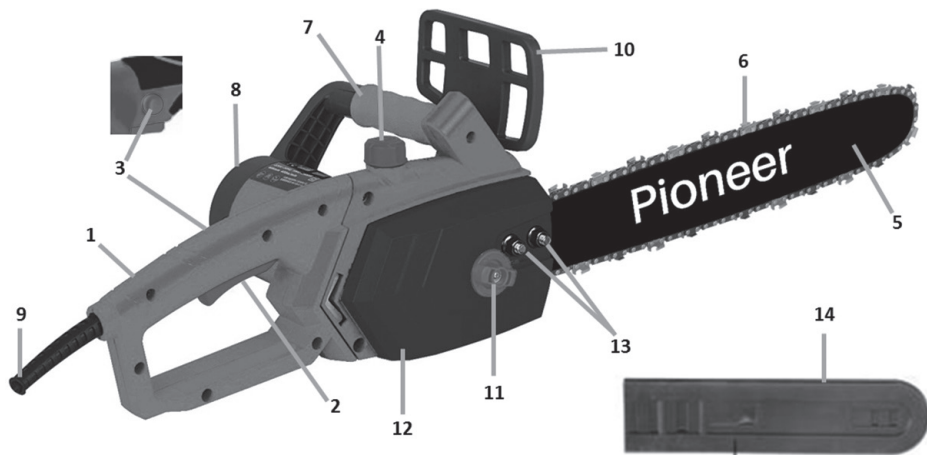

Рис. 1. Устройство электропилы.
- Открутите гайки крепления крышки шины (Рис.1 п.13) и снимите крышку шины (Рис.1 п.12).
- Произведите регулировку натяжения цепи. Данные модели оснащены безинструментальной системой регулировки натяжения цепи. Система состоит из пружины натяжения и рычага (Рис.1 п.11), смонтированных на крышке шины (Рис.1 п.12). Возьмите крышку шины в руки и переместите рычаг натяжения в крайнее левое положение, как показано на Рис.4, до зацепления с упором крышки.
Установите крышку шины на шпильку и выведите рычаг из зацепления с упором. Придерживая шину закрутите рукой гайки (Рис.1 п.13).
Для заправки бака маслом открутите крышку бака (Рис. 1 п. 4) и залейте необходимое количество масла, затем плотно закрутите крышку бака. Уровень масла в баке контролируйте по указателям на баке.
- Для включения нажмите одновременно кнопку разблокировки выключателя (3) и выключатель питания (2) (Рис.1). Плотно установите зубчатый упор на дерево. Поднимите пилу за заднюю рукоятку, и слегка нажи-